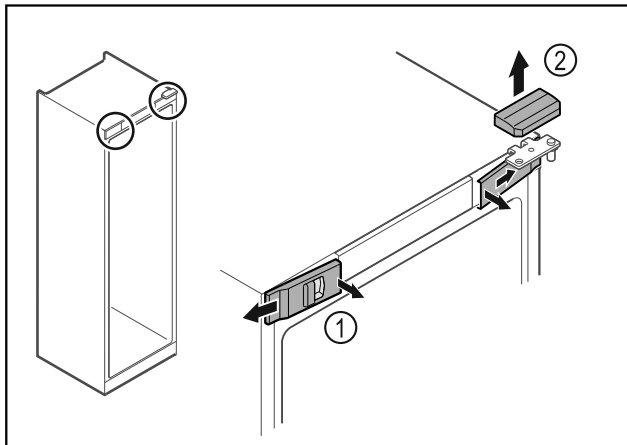

Fig. 10
- ▶ Očistite zvnútra predné kryty Fig. 10 (1) a odoberte ich do strany.
- ▶ Odoberte horný kryt Fig. 10 (2) nahor.